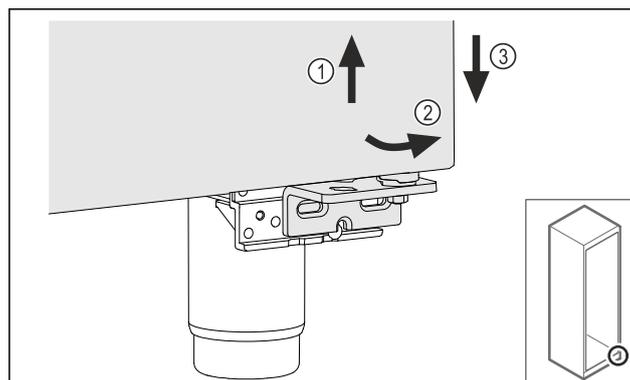

Fig. 26
- Tõstke ust veidi üles Fig. 26 (1), kallutage all ettepoole Fig. 26 (2) ja langetage Fig. 26 (3).